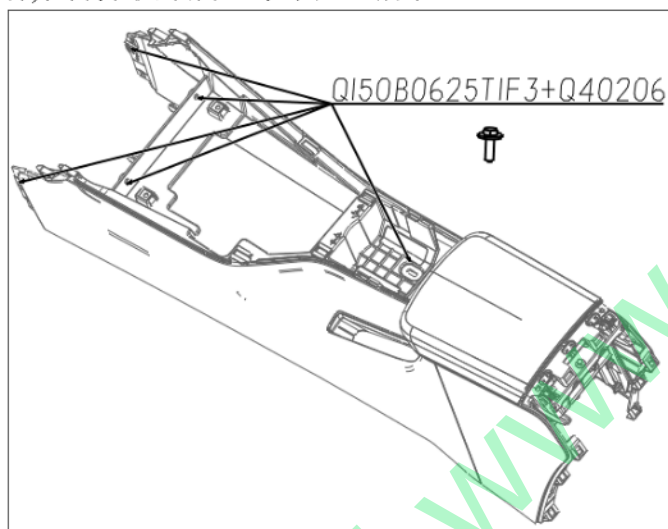

图 1.6.9 副仪表板固定螺栓的拆卸
- (2) 用10号六角套筒将固定副仪表板本体五个螺栓(Q150B0625T1F3+Q40206六角头螺栓和大垫圈组合件)松开并取出螺栓。如图1.6.9所示: